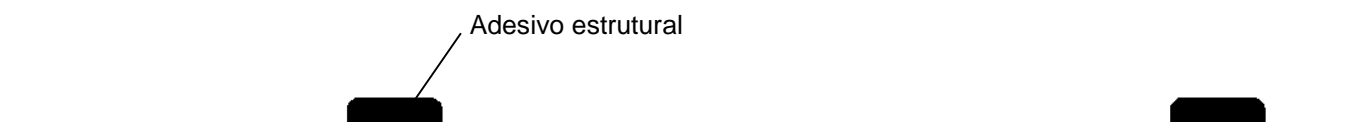

Figura 11
- ③ A seção transversal do adesivo estrutural deve ter formato semicircular com largura superior a 18 mm e altura superior a 6 mm. (conforme mostra a Figura 11)